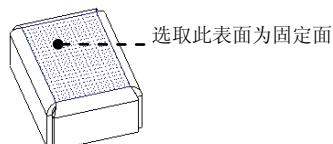

图 11.4.5 选取固定面
Step4. 选取固定面（边）。在系统 **选取当展平/折弯回去时保持固定的平面或边** 的提示下，选取图 11.4.5 所示的表面为固定面。